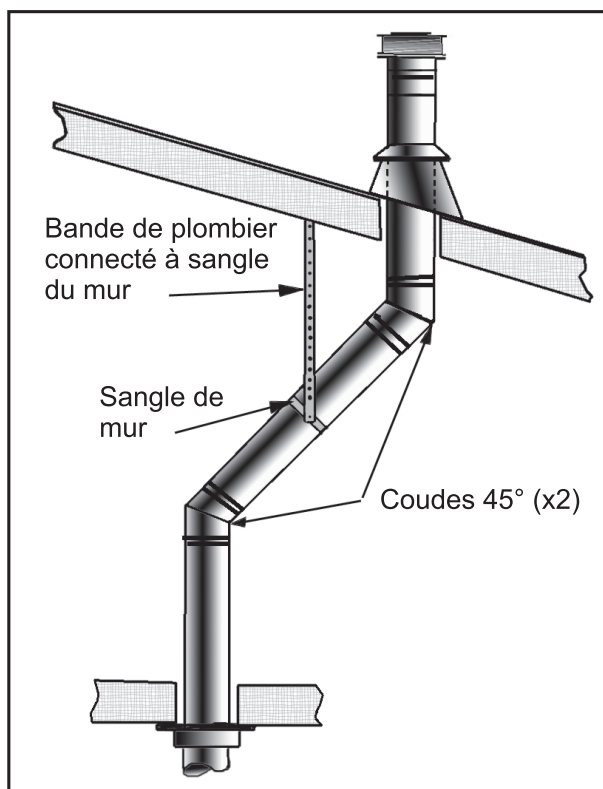

Figure 39: L'utilisation des sangles murales.
- (1) Si vous devez déplacer le système d'évacuation dans le grenier pour éviter les obstacles, il est important de supporter le conduit à chaque 3 pi (914 mm) pour éviter du stress sur les coudes, ou la possibilité de séparation des joints. Des sangles de mur sont disponibles à cette fin (voir la Figure 39).
- (2) Quand possible, utilisez des coudes de 45° au lieu de ceux de 90°. Les coudes de 45° causent moins de restriction au flux de gaz et d'air.